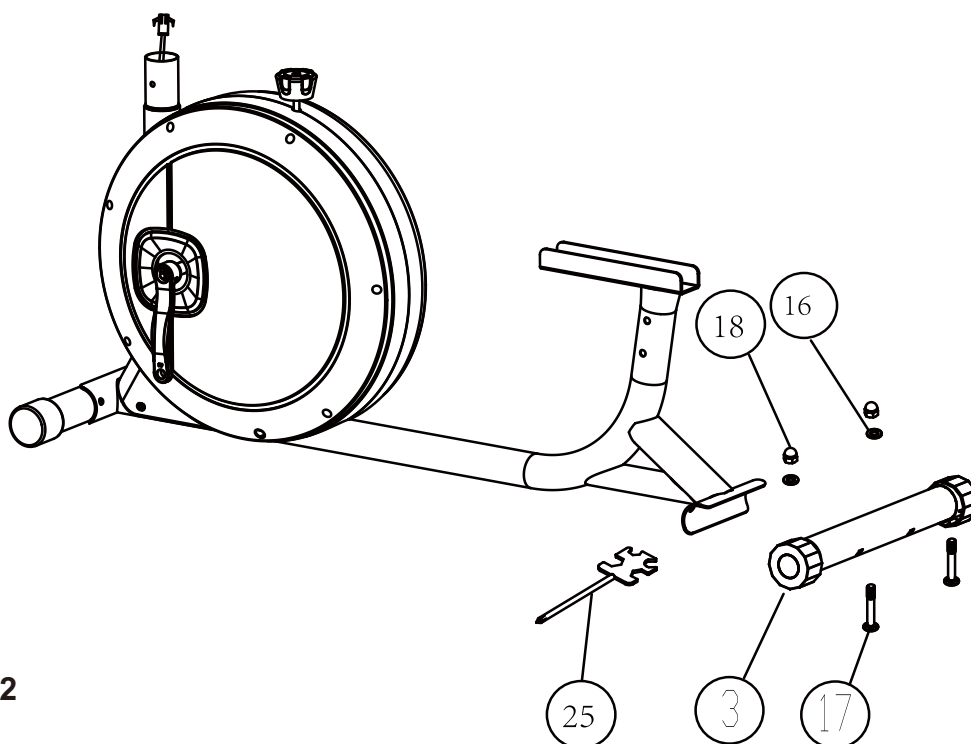

Figura 2
2. Utilizzare due viti a testa cilindrica N. 17, una rondella ad arco N. 16 e un coperchio alto N. 18 per fissare insieme la chiave a croce aperta N. 25, l'assieme del telaio principale N. 01 e l'assieme del tubo del piede posteriore N. 03. Come mostrato nella Figura 2.